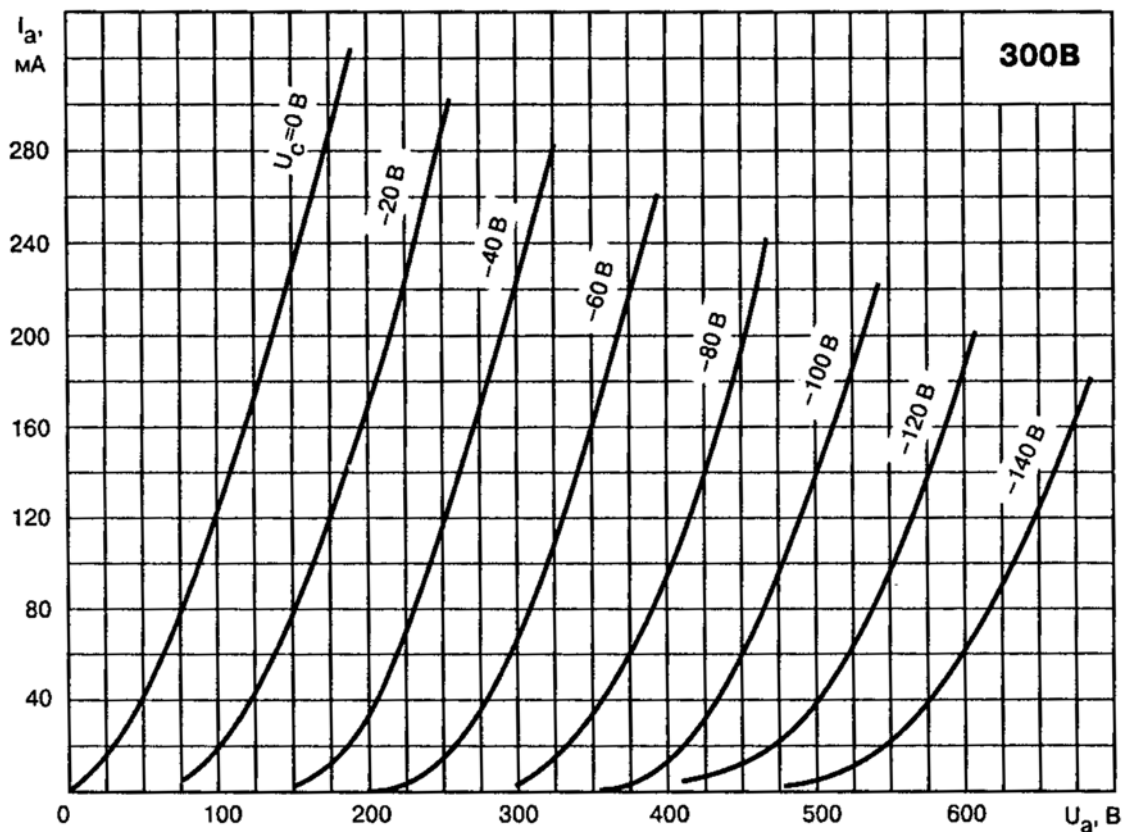

Рис. 3.9. Типовые вольт-амперные характеристики 300В
- линейные ВАХ (см. рис. 3.9);